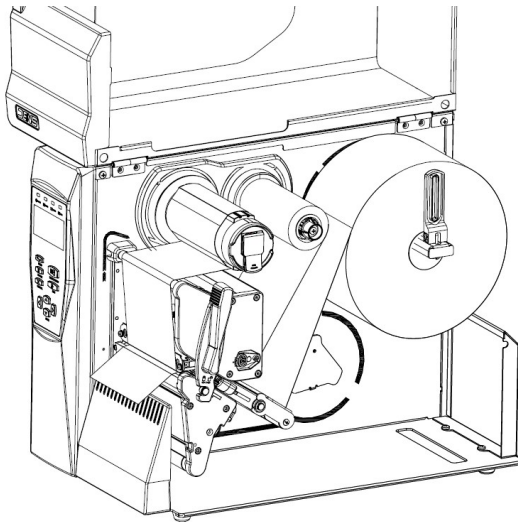

图 2.5.2
- 2) 将碳带按图示方向穿入碳带发放芯轴上（注意内、外置碳带）；将碳带前端从打印头组件下方绕过，并缠绕在碳带回收滚筒上；转动碳带回收滚筒，使碳带绷紧（见图 2.5.2）；
- 3) 向前掰动打印头抬起扳手压下打印头，至锁紧状态。具体操作方法如图所示（图 2.5.2）；